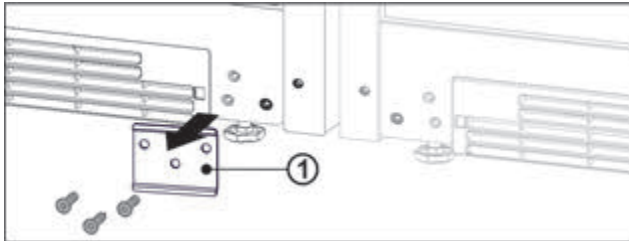

Fig. 14
- ▶ Якщо встановлено металеву накладку Fig. 14 (1), відкрити її.